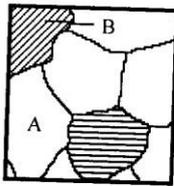

Рис. 17
**49. Микроструктура какого сплава представлена на рис. 17?**